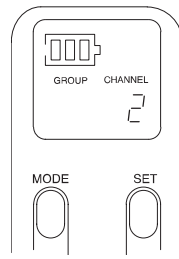

FIGURA 27
4. Oprima el botón SET para avanzar al número de canal deseado, tal como se ilustra en la Figura 27.